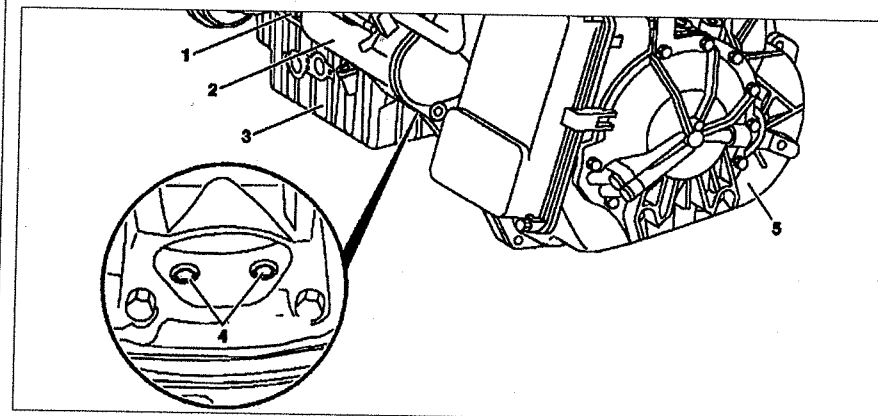

Рис. 6.50. Снятие и установка АКПП (автомобили с двигателями 611.980):
2. Снимите двигатель 1 вместе с коробкой передач 5 (см.рис.6.50).